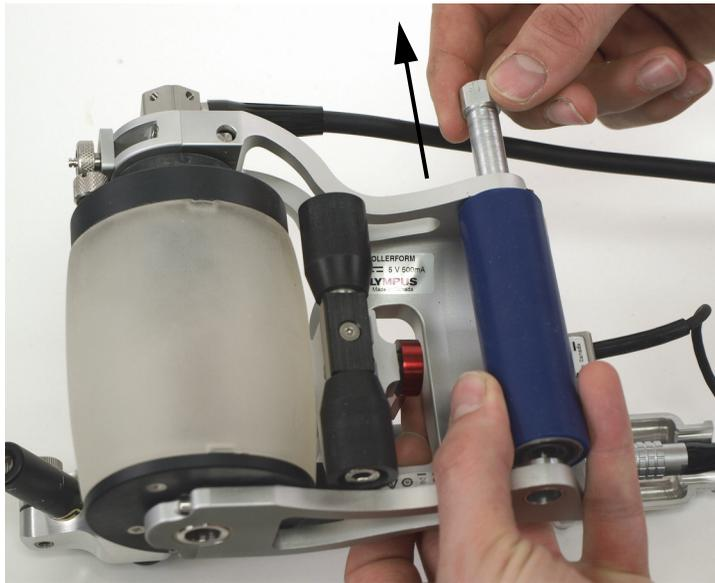

Abbildung 6-35 Entnehmen der Achse der hinteren Rolle
3. Entnehmen Sie die Achse der hinteren Rolle aus dem Rahmen des RollerFORM (Abbildung 6-35 auf Seite 115).